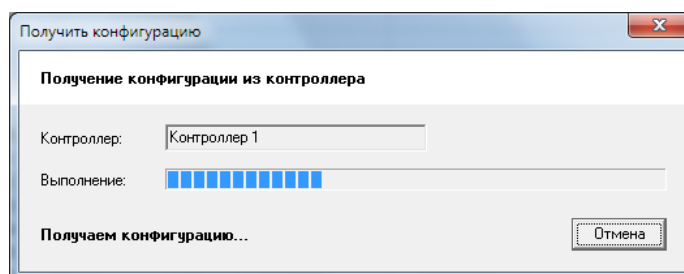

Рисунок 33 – Получение конфигурации из контроллера
- 9) Нажмите кнопку "Выбрать" диалога "Выбор контроллера", на экране отобразится процесс чтения конфигурации (см. Рисунок 33). Дождитесь окончания обмена данными с контроллером.